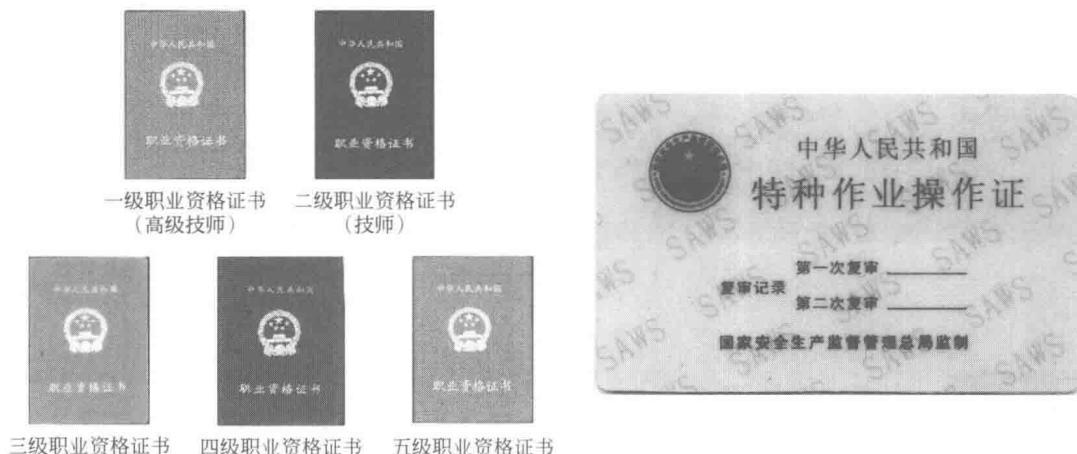

图 1-1 职业资格证书和特种作业操作证
①必须身体健康、精神正常。凡患有高血压、心脏病、气管喘息、神经系统疾病、色盲、听力障碍及四肢功能有严重障碍者，不能从事电工工作。
②必须通过国家正式的技能鉴定考试合格并持有电工操作证，如图 1-1 所示。